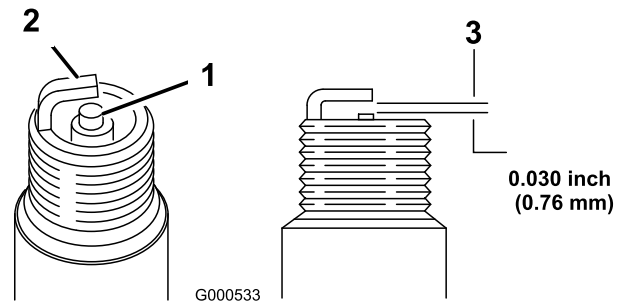

Figure 32
5. Réglez l'écartement des électrodes à 0,76 mm (0,030 po); voir Figure 32.